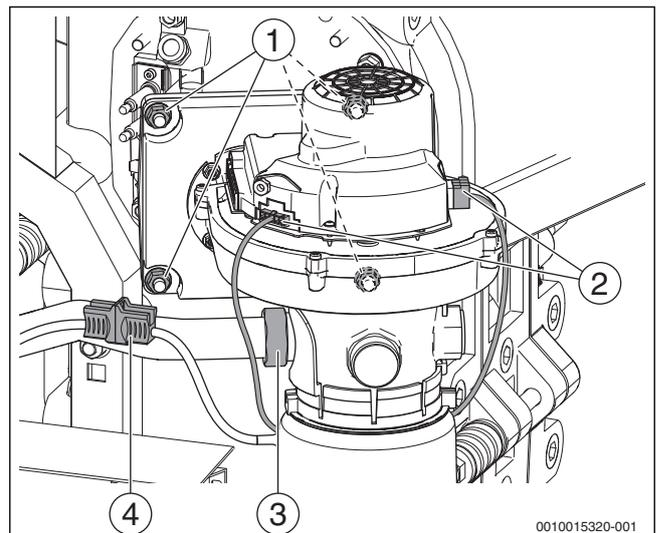
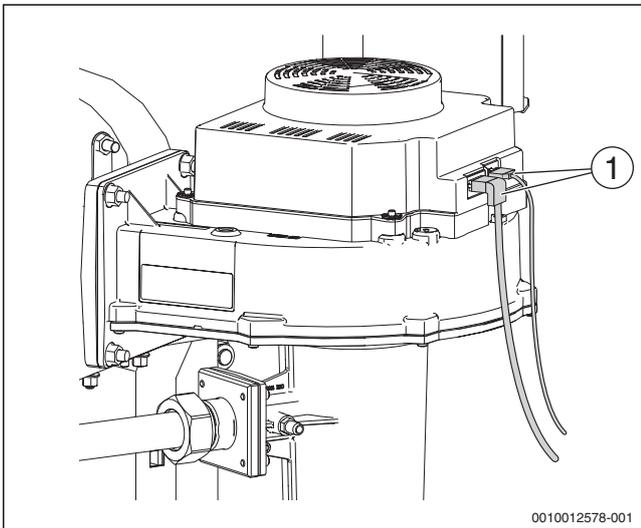

Bild 58 Elektrische Anschlüsse, Gebläse ausbauen (Kesselgröße 75-100 kW)
Bild 59 Elektrische Anschlüsse Gebläse (Kesselgröße 150-300 kW)
- ▶ Elektrische Anschlüsse am Gebläse lösen (→ Bild 58 bzw. Bild 59).
- ▶ Steckverbinder trennen (→ Bild 58)
- ▶ Überwurfmutter am Venturi lösen (→ Bild 58, [3]).